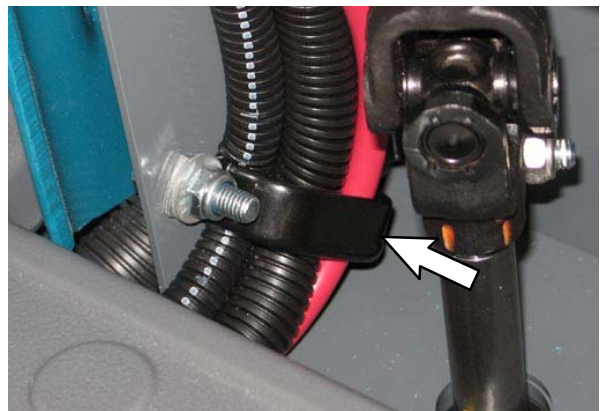

FIG. 64
31. Reinstallare i morsetti dei cavi. (Fig. 64)